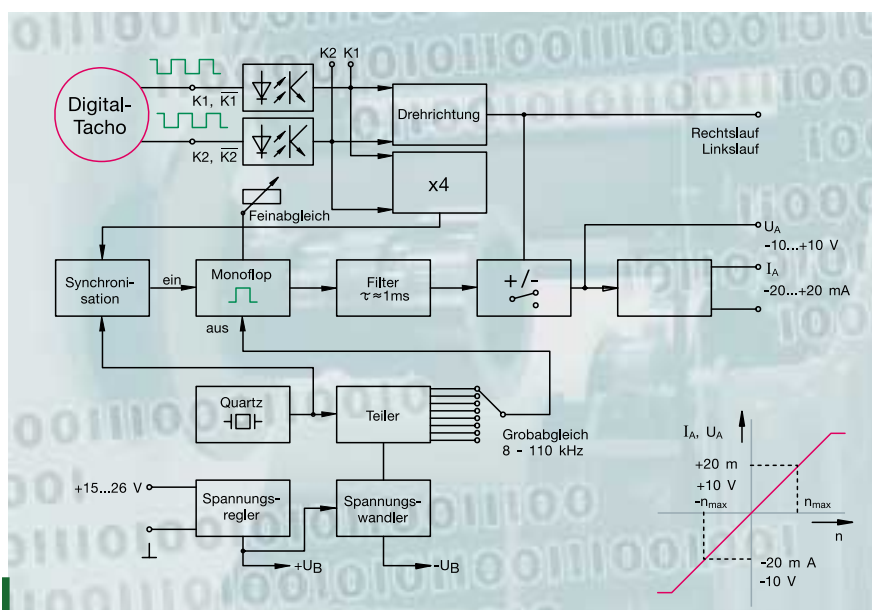

Bild 31: Der Bipolar f/A Converter HEAG 121 P erzeugt aus Rechtecksignalen ein bipolares analoges Tacho-Signal.
- Der **Bipolar f/A Converter HEAG 121 P** mit Opto-Koppler-Eingängen zur Potentialtrennung setzt die Rechtecksignale mit der Frequenz f in ein bipolares, also von der Drehrichtung abhängiges, **analoges Signal $U_A(f)$** bzw. **$I_A(f)$** um. Die Eingänge können auf den Signalpegel TTL (+5 V) oder HTL (+9 V ... 30 V) und auf die Signalart K1, K2 oder $\bar{K}1, \bar{K}2$ umgeschaltet werden. Die Welligkeit der Ausgangsspannung ist $\leq 1\%$ für eine Impulsfolgefrequenz $f \geq 200$ Hz. Die Linearitätstoleranz der quartzgenauen Umsetzung ist $\leq 0,02\%$ (Bild 31).